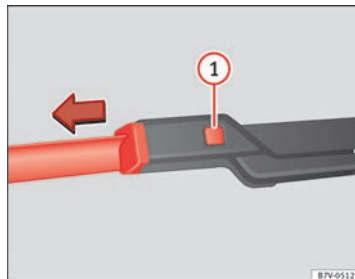

Fig. 118 Remplacement des balais de l'essuie-glace avant.
- Laissez appuyée la touche de déverrouillage ⇒ fig. 118 ① et tirez ensuite légèrement sur le balai dans le sens indiqué par la flèche.